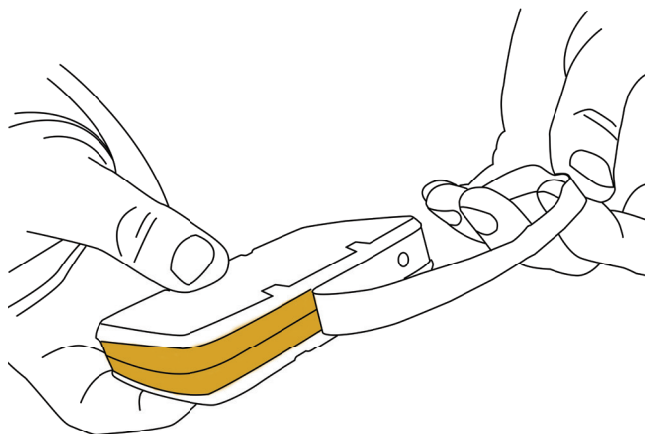

рис. 15
5.5. Снять защитную пленку со скотча (см. рис. 15).